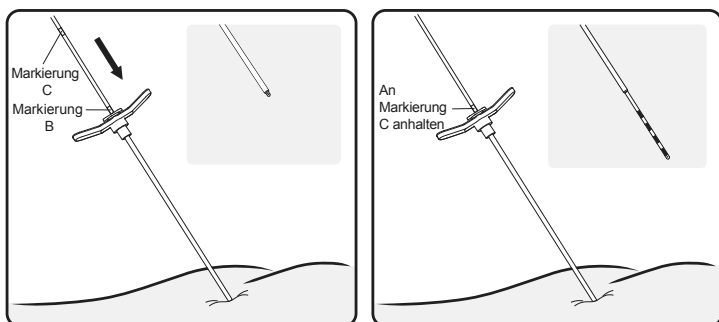

Abbildung 14. Elektrode in die Einführhülle schieben, um die Elektroden freizulegen.
9. Die Elektrode weiter durch die Einführhülle vorschieben, bis die visuelle Markierung C mit dem Einführhülsegriff ausgerichtet ist, während die Einführhülle festgehalten wird. Fluoroskopisch bestätigen, dass die Spitze der Hülle proximal zu den Elektroden liegt (**Abbildung 14**).